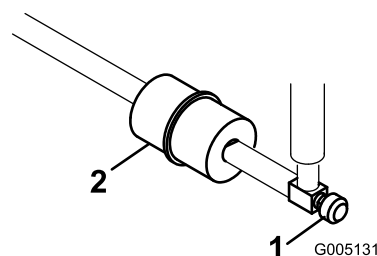

Bild 52
In die Kraftstoffleitung ist zwischen dem Kraftstofftank und dem Vergaser ein Filter eingebaut (Bild 52). Tauschen Sie diesen Filter alle 800 Betriebsstunden oder vorher aus, wenn der Kraftstofffluss beeinträchtigt wird. Stellen Sie sicher, dass der Pfeil am Filter vom Kraftstofftank weg ausgerichtet ist.
1. Schließen Sie den Kraftstoffhahn, lockern die Schlauchklemme an der Vergaserseite des Filters und ziehen die Kraftstoffleitung vom Filter ab (Bild 52).
2. Stellen Sie ein Auffanggefäß unter den Filter, lockern die verbliebene Schlauchklemme und entfernen den Filter (Bild 52).